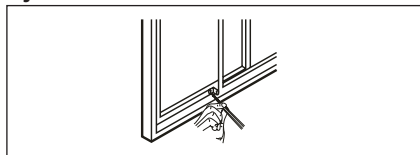

Rys. 20
3. Zamknąć przesuwne skrzydło okienne, aby przylegało do regulowanego panelu okiennego (Rys. 20)
4. Dokręcić dwa wkręty 1/2", aby przymocować regulowany panel do skrzydła okiennego. (Rys. 20)
5. Dokręcić dwa wkręty 3/4", aby przymocować regulowany panel do parapecetu. (Rys. 20)